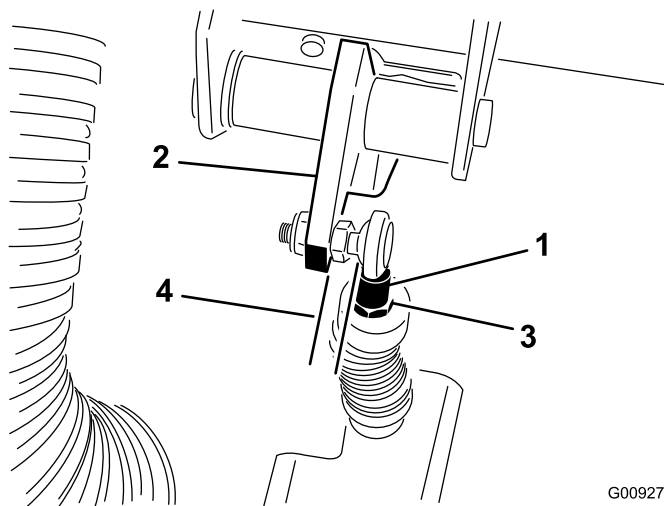

Figura 61
**Importante:** Assicuratevi che l'estremità dell'asta sia perpendicolare al giunto, non spostata di lato, e rimanga parallela al pedale della frizione dopo il serraggio del controdado (Figura 61).